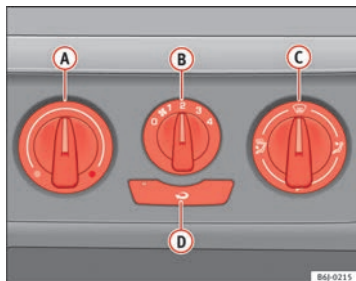

Fig. 103 Sulla plancia portastrumenti: i comandi del riscaldamento
- Ruotare verso sinistra la manopola di regolazione della temperatura ⇒ fig. 103 **A**.
- Ruotare verso destra la manopola di regolazione della temperatura ⇒ fig. 103 **A**, portandola sul livello desiderato.
- Ruotare verso destra la manopola di regolazione della temperatura ⇒ fig. 103 **A**, portandola sul livello di riscaldamento massimo.
- Aprire e orientare la bocchetta ④ verso i finestrini laterali
- Girare la manopola della temperatura → fig. 103 ①, portandola nel settore del riscaldamento.
- Ruotare la manopola di regolazione della ventola ② posizionandola sul livello 2 o 3.
- Chiudere le bocchette ③.
- Aprire e orientare le bocchette ④ verso i finestrini laterali.